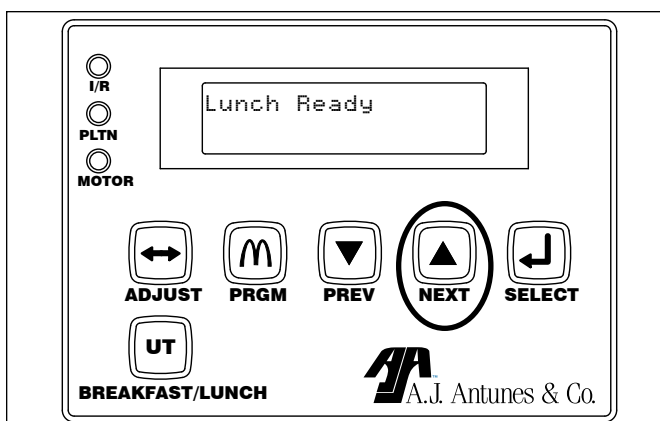

Figure 5. Purge des produits : Avant de l'appareil
Alors que l'appareil est en mode READY ou WAIT, ouvrir le couvercle avant. Appuyer sur la touche à flèche **NEXT** et la maintenir enfoncée jusqu'à ce que le produit soit purgé de l'appareil. Voir la figure 5.
- Vérifier que le bouton de contrôle de compression de l'épaisseur du petit pain est réglé sur 3 (figure 5).